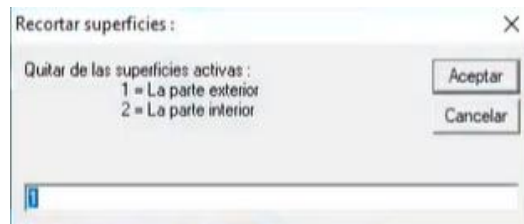

Figura 420. Recortar superficies.
52. En la primer ventana emergente seleccionar la opción “1 = La parte exterior” y presionar “Aceptar”. Figura 420.